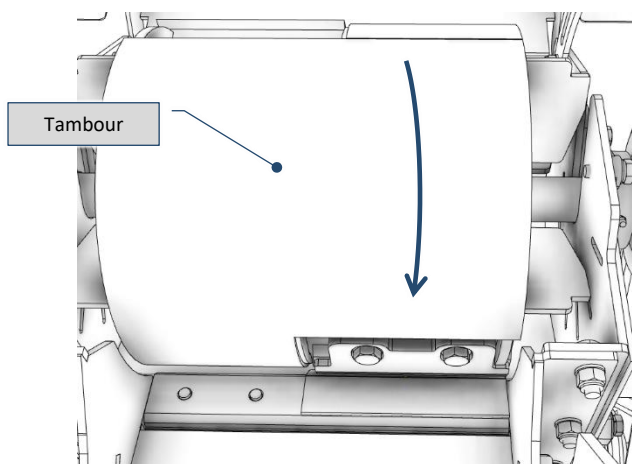

Fig. 9-34 – Rotation du tambour
- 10) Tournez le tambour jusqu'à ce que la **lame la moins affûtée** (la plus large) soit alignée avec la contre-lame (Fig. 9-34);